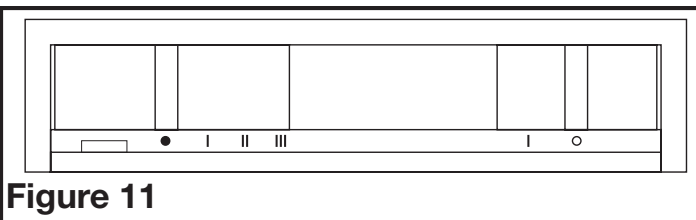

Figure 11
Votre hotte de cuisine est munie de deux commutateurs rotatifs dont l'un commande la lampe et l'autre commande le ventilateur d'évacuation. Le contrôle de la lampe a deux positions, ALLUME (ON) (I) et ETEINT (OFF) (O). Le ventilateur est muni d'un commutateur à quatre positions, HAUT (III), MOYEN (II), BAS (I) et ETEINT (•) (Figure 11).